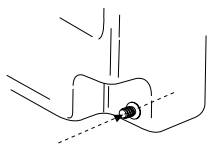

Fig. 2
- 2) De tank op de plek in de tuit doorboren met behulp van een boor met een fijne punt. Fig. 2.